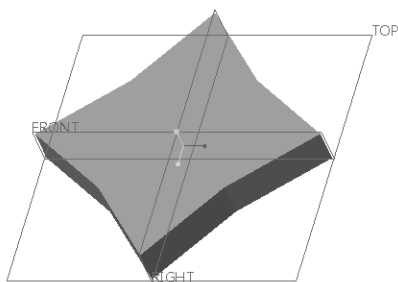

图 6-156 实体模型
1) 单击 (打开) 按钮, 弹出“文件打开”对话框。从随书光盘中的“CH6”文件夹中选择“bc_6_xschr.prt”文件, 单击“打开”按钮。该文件中的实体模型如图 6-156 所示。